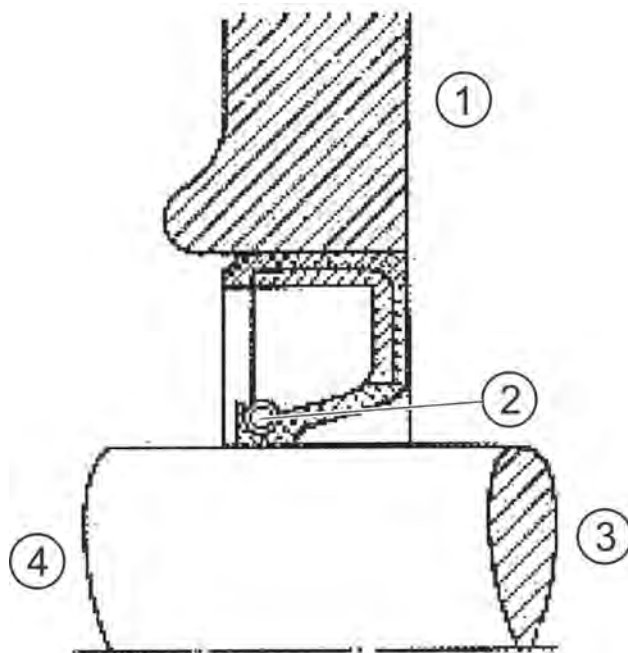

Figura 6: Posizione di montaggio di un anello di tenuta albero radiale senza limite di battuta
8. Se nel foro di attacco non è presente un risvolto o un anello di sicurezza che funga da superficie di appoggio (ad es. lato smorzatore per motore con cilindri in linea), l'anello di tenuta albero radiale deve essere montato dopo la battuta sulla faccia operativa (figura 6 e 7).